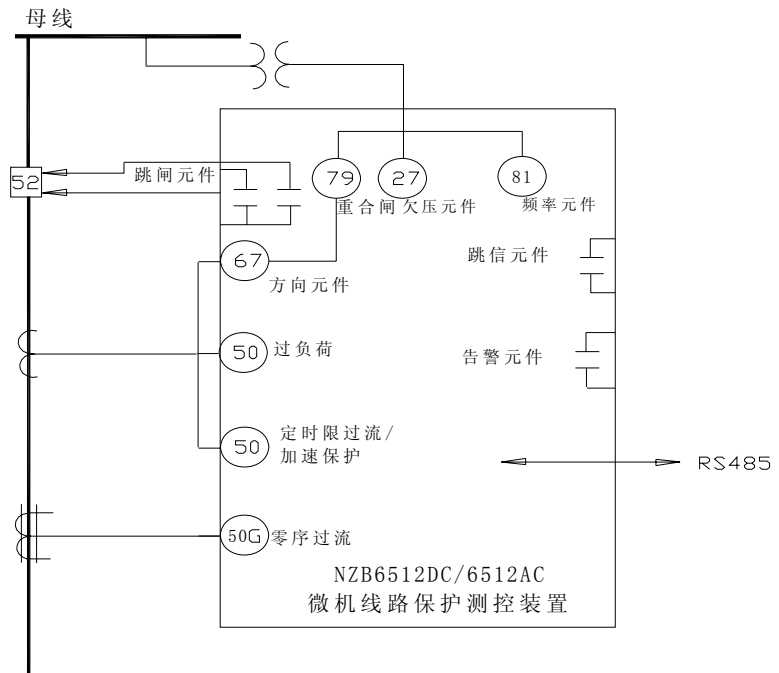

图2: NZB6512DC/ NZB6512AC功能配置图
1.3.2 Nzb6512DC/ Nzb6512AC微机线路保护测控装置，功能配置见图2